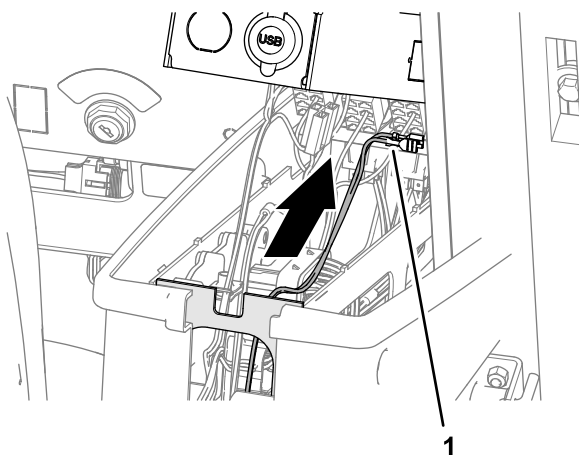

Figura 107
3. Enrute el ramal del arnés de cables marcado REMOTE ENGAGE SWITCH hacia el panel del brazo (Figura 107).